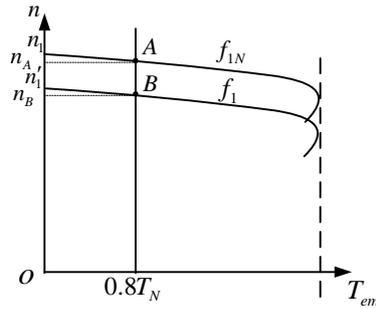

图 7.46 练习题 7.3 图
(3) 若采用变频调速，且保持  $U/f = \text{常数}$ ，相应的机械特性如图 7.46 所示。